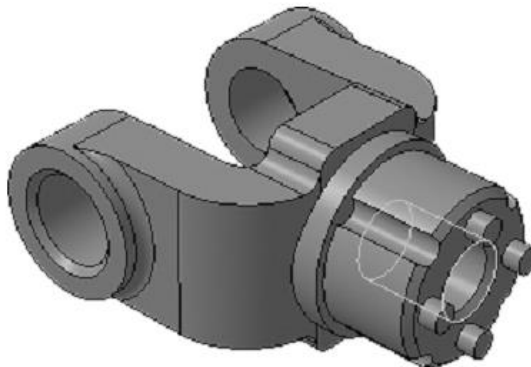

Рисунок 59.
5. Нажмите кнопку Создать объект (рис.59).